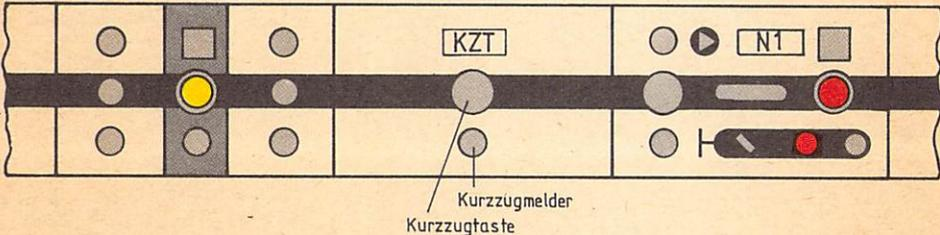

Bild 23
- (7) Wenn eine nicht selbsttätig wirkende Kurz zugabhängigkeit eingerichtet ist, sind im Gleisbild beim Wärter zusätzlich Kurzzugtasten und Kurzzugmelder angeordnet (vgl. Bild 23).